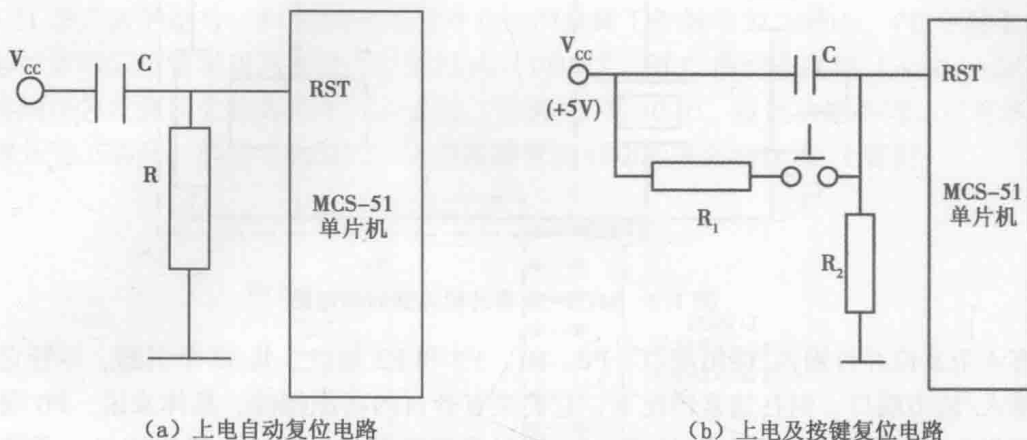

图 1.4 典型复位电路
①ALE (address locked enable)：地址锁存使能信号，ALE 通常连接外扩锁存器芯片的使能管脚，常见的锁存器芯片有 74HC373，74LS373 等，它们之间的连接请参照本书 1.3 节的单片机最小系统构成图。
②RST/ $V_{\text{PD}}$ ：复位/备用电源管脚，在此引脚上出现持续两个机器周期的高电平，就会使单片机恢复到初始状态，即单片机复位。典型的复位电路有两种，一种是上电自动复位电路，另一种是上电及按键复位电路，分别如图 1.4 (a) 和图 1.4 (b) 所示。
③ $\overline{\text{PSEN}}$ ：片外程序存储器读选通信号输出端，低电平有效。若单片机系统需要外扩程序存储器，则该管脚连接外扩程序存储器的使能端。常见的外扩程序存储器芯片有 2716、2732、2764、27128、27256、27512 等，它们的主要区别是存储容量的不同。这